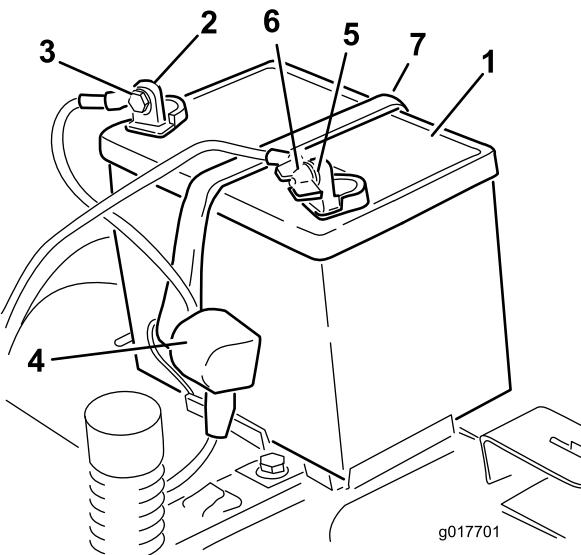

Figure 41
- Débranchez le câble négatif (noir) de mise à la masse de la borne de la batterie (Figure 41).
- Débranchez le câble positif (rouge) de la borne de la batterie (Figure 41).
- Déposez la barrette de maintien de la batterie (Figure 41) et soulevez la batterie de son support.
1. Placez la batterie dans son support (Figure 41).
5. Fixez la batterie en place à l'aide de la barrette de maintien (Figure 41).